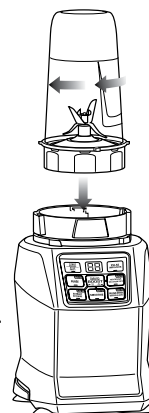

Fig. 2
- 5 Inversez le gobelet Nutri Ninja et placez-le sur le bloc-moteur, en alignant les onglets du gobelet avec le bloc-moteur. Tournez le gobelet Nutri Ninja dans le sens horaire jusqu'à ce qu'il soit verrouillé en place. Vous entendrez un clic lorsque le verrou s'enclenche. (Fig. 2)